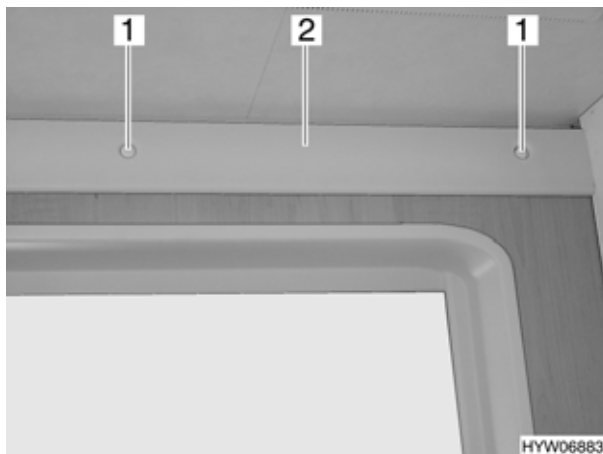

Bild 152 Toilettenraumleuchte (Variante 2)
- Abdeckkappen (Bild 152,1) entfernen.
- Leuchtenglas (Bild 152,2) abnehmen.